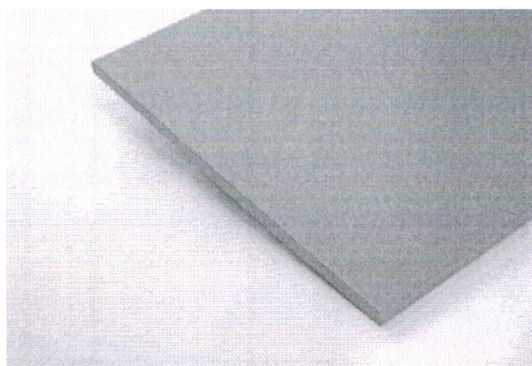

Рисунок 1
2.1 Плиты «Виколор» представляют собой негорючие фиброцементные плоские прямоугольные изделия, окрашенные водно-дисперсионными акриловыми красками с проникновением частиц краски через поры в верхний слой фиброцемента. Боковые поверхности плит «Виколор» окрашены в соответствующий лицевой поверхности цвет той же краской. На обратную (не лицевую) поверхность плит «Виколор» нанесён защитный слой на основе водно-дисперсионной акриловой краски. По составу плиты «Виколор» на 99% состоят из фиброцемента, где в качестве фибры-армирующего материала, используются волокна хризотила, и на 1%- из сухой пигментированной пленки защитно-декоративного акрилового покрытия (Рисунок 1).